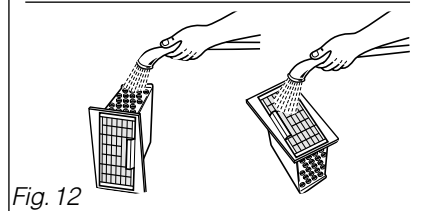

Fig. 12
- Nettoyez-le uniquement avec de l'eau sous le robinet (Fig. 12).